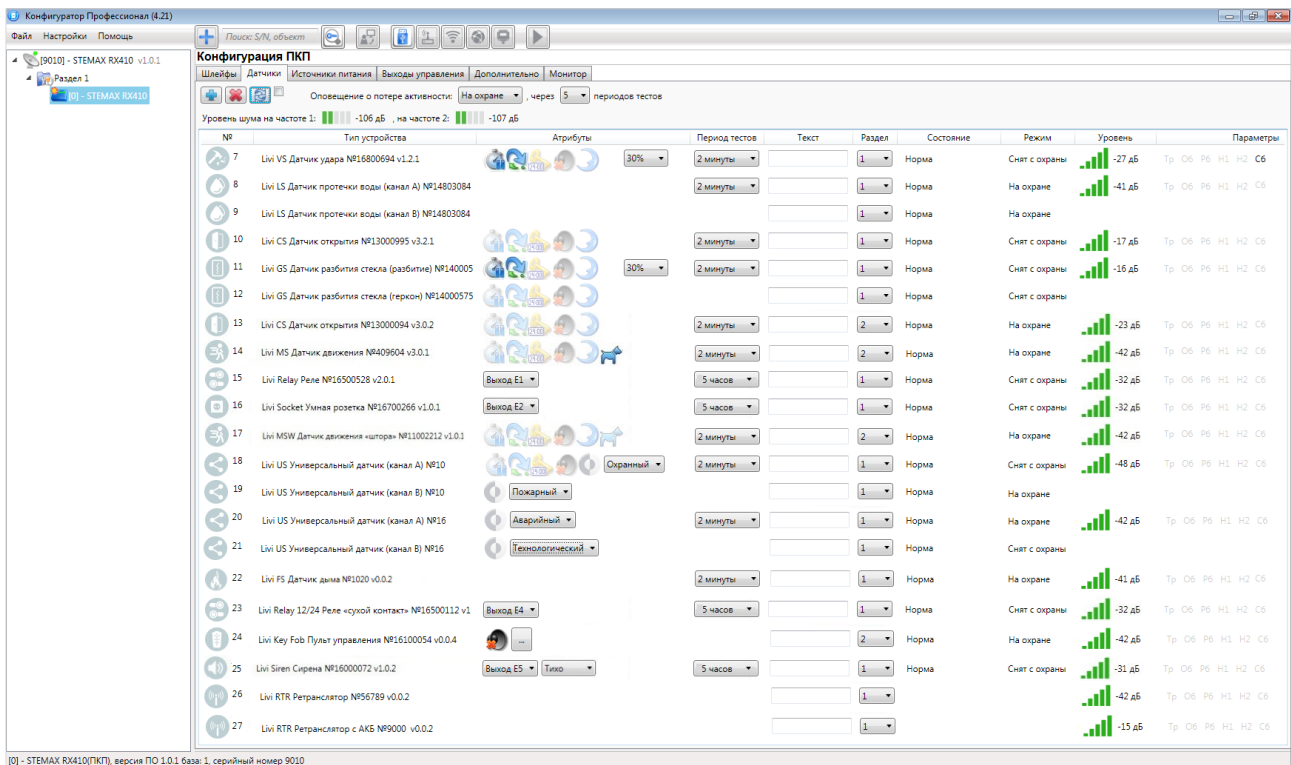

Рисунок 7.1 — Вкладка Датчики в конфигурации ППК STEMAX RX410
Настройка работы радиоустройств выполняется в Конфигураторе на вкладке Датчики (см. рисунок 7.1). Для обновления данных о состоянии радиоустройства нажмите кнопку **Обновить** . Для использования функции автоматического обновления установите флажок **Автоматически обновлять статистику датчиков** (рядом с кнопкой **Обновить**).
На вкладке **Датчики** вы можете посмотреть и изменить следующие данные о зарегистрированных радиоустройствах (см. рисунок 7.1):
1. Нажмите кнопку , расположенную в столбце *Атрибуты* (см. рисунок 7.1).